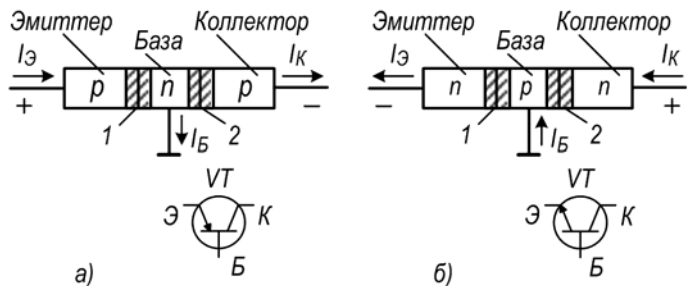

Рис.4.1 Структура биполярных транзисторов и их УГО (внизу): а) $p-n-p$ -типа; б) $n-p-n$ -типа
Биполярный транзистор (БТ) – полупроводниковый прибор содержащий три полупроводниковые области с чередующимися типами проводимости, разделённые двумя взаимодействующим $p-n$ -переходами. В зависимости от порядка чередования областей различают транзисторы $p-n-p$ - и $n-p-n$ - типов. Структура кристалла и УГО данных типов транзисторов представлены на рис. 4.1. Среднюю область кристалла называют базой (Б), одну крайнюю область – эмиттером (Э), а другую коллектором (К). Соответственно один переход называется эмиттерным (1) другой – коллекторным (2). Часть базы, находящаяся между запирающими слоями переходов называется активной.
Принцип действия обоих типов БТ одинаков. Однако, вследствие того, что порядок чередования зон отличается, и основные носители в зонах имеют противоположные знаки, полярность внешних источников напряжения также должна иметь противоположные знаки (рис.4.1).